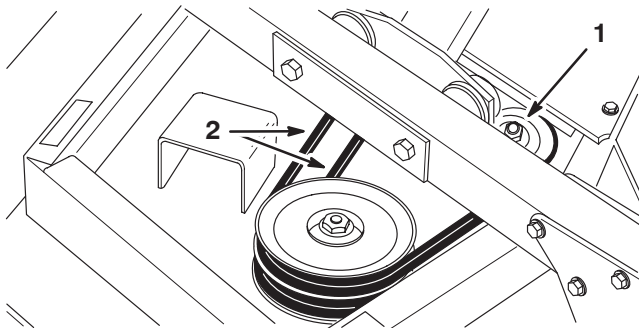

Bild 67
2. Lösen Sie zum Anziehen der Riemen die Sicherungsmutter oben an der Spannscheibe (Bild 67). Schieben Sie die Scheibe gegen den Riemen, bis die richtige Spannung erreicht ist. Halten Sie die Scheibe in dieser Stellung und ziehen Sie die Sicherungsmutter fest.
3. Entfernen Sie die Bundkopfschrauben, mit denen die Getriebeplatte am Mähwerk befestigt ist. Drehen Sie zum Trennen der Platte und des Antriebsmotors vom Mähwerk das Plattenende zur Zugmaschine (Bild 67). Kippen Sie die Platte, den Motor und die Scheibe seitlich und nehmen Sie sie vom Mähwerk ab. Achten Sie darauf, dass Sie nicht die flexiblen Hydraulikschläuche verbiegen, verdrehen, abknicken oder beschädigen.
2. Nehmen Sie die Mähwerkabdeckungen ab und lösen Sie die Spannung aller Riemen (Bild 67).